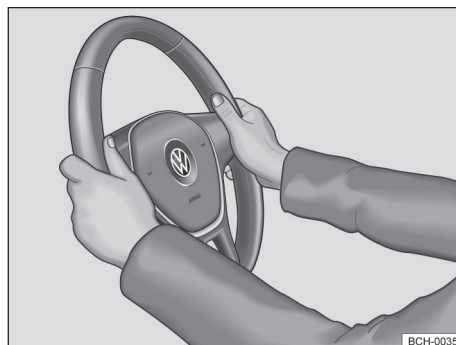

Fig. 62 En el volante: posición 9 y 3 horas.
- Ajustar la posición del volante de forma que pueda sostenerlo lateralmente por el borde exterior en las posiciones equivalentes a las 9h y a las 3h → **fig. 62** con ambas manos y los brazos ligeramente doblados.
- Empuje la palanca ① siempre por su mango con firmeza hacia arriba después del ajuste, para bloquear la posición del volante.
- Durante la marcha, siempre sujetar el volante con ambas manos lateralmente en el borde exterior en la posición equivalente a las 9h y a las 3h → fig. 62, para reducir las lesiones provocadas por un disparo del airbag frontal del conductor.